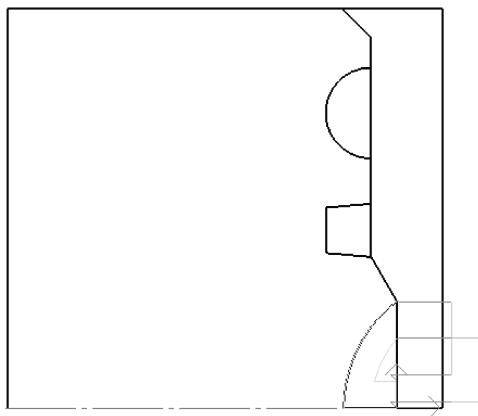
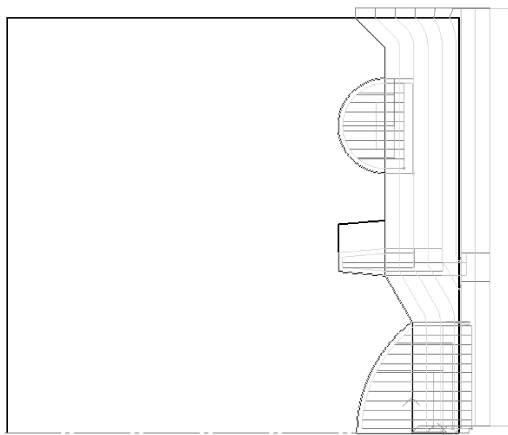

图 8-87 端面圆弧轮廓刀具路径
图 8-88 端面轮廓加工轨迹
(5) 生成右端端面圆弧 R14.85mm 刀具路径 生成右端端面圆弧 R14.85mm 刀具路径可参照生成右端端面 R5mm 圆弧刀具路径的方法，这里就不再详细介绍。生成的端面圆弧 R14.85mm 刀具路径如图 8-87 所示。
生成端面 NC 代码与生成外轮廓 NC 代码的方法一样。按照如图 8-87 所示的轨迹，依次选择右端端面轮廓轨迹、R5mm 端面圆弧轮廓轨迹、端面槽轮廓轨迹、R14.85mm 端面圆弧轮廓轨迹，单击鼠标右键确定，生成如图 8-88 所示的加工程序。